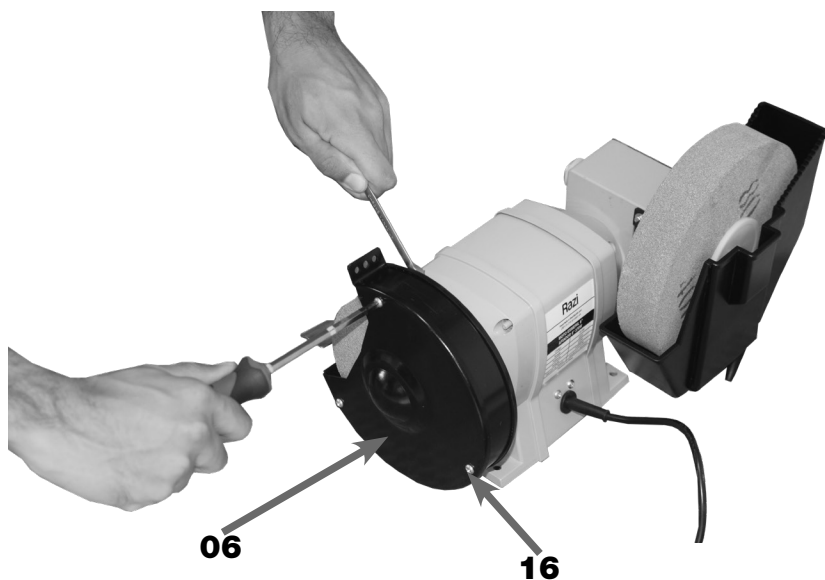
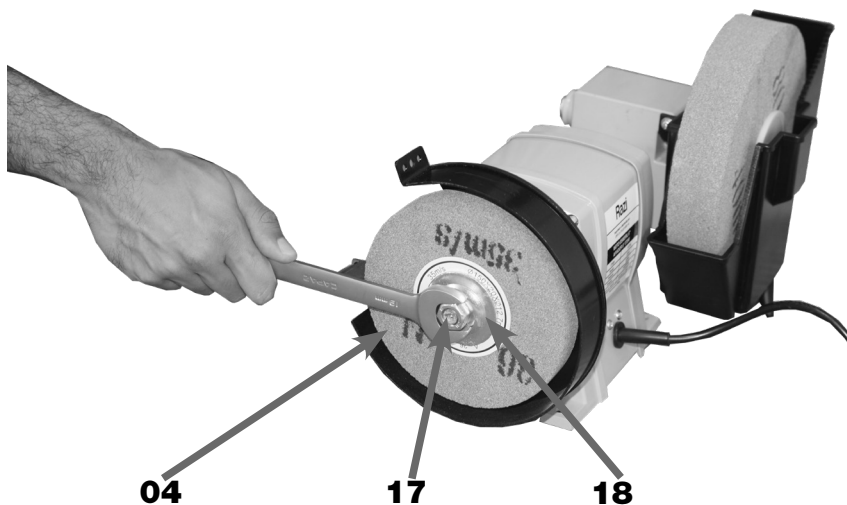
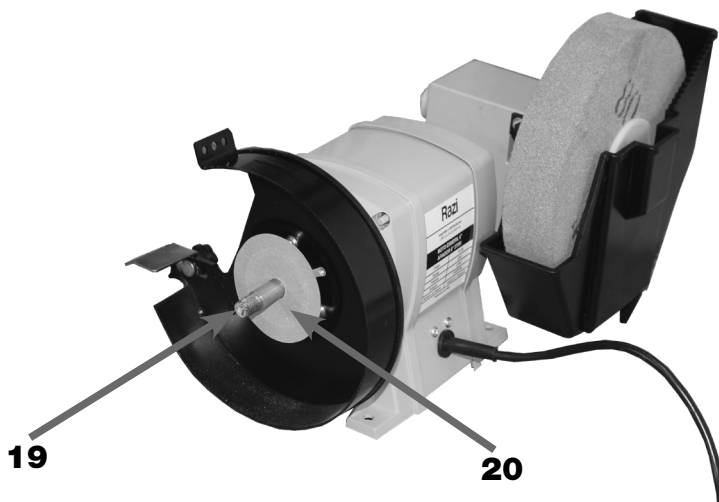

FIGURA 11 – Remoção da Tapa de Proteção do Rebolo
FIGURA 12 – Remoção do Rebolo
FIGURA 13 – Eixo do Rebolo
3. RETIRAR os 3 Parafusos de Fixação da Tapa (16) com o auxílio de uma Chave Phillips e uma Chave Fixa 8 mm (figura 11);
4. RETIRAR a Tapa de Proteção do Rebolo (06);
5. RETIRAR a Porca de Fixação do Rebolo (17) (figura 12);
6. RETIRAR a Flange Externa (18) do Rebolo de Desbaste (03);
7. RETIRAR o Rebolo (03) do Eixo Rebolo de Desbaste (19) (figura 13);
8. VERIFICAR a posição da Flange Interna (20) do Rebolo de Desbaste (03) (figura 13);
9. COLOCAR o novo Rebolo (03) no Eixo Rebolo de Desbaste (19);
10. COLOCAR a Flange Externa (18) do Rebolo de Desbaste (03) (figura 12);
11. COLOCAR e APERTAR a Porca de Fixação do Rebolo (17);
12. VERIFICAR se o Rebolo (03) gira normalmente;
13. COLOCAR a Tampa de Proteção do Rebolo (06) fixando os 3 Parafusos de Fixação da Tampa (16) (figura 11);
13. COLOCAR o Reservatório de Água (22) fixando os 3 Parafusos de Fixação do Reservatório (24) (figura 13).